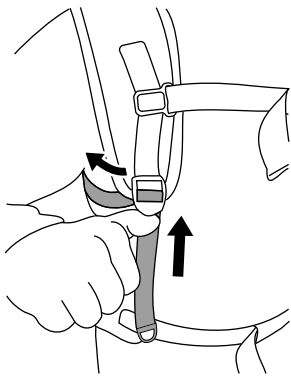

Figura 13
6. Si las hombreras o las correas que soportan el peso están demasiado apretadas, presione hacia arriba sobre los tensores para alargar la correa (Figura 13).